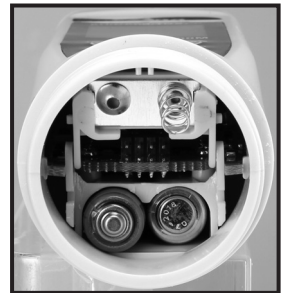

Abb. 2
- Ziehen Sie die Batteriefachabdeckung entgegen der Pfeilrichtung, um das Batteriefach zu öffnen. Die Batteriefachabdeckung lässt sich dann nach hinten legen (siehe Abb. 2).